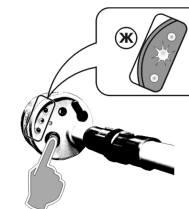

Рис. 6 Режим сигнализации разряда встроенного источника электропитания.
3.3.7 Режим индикации разряда встроенного источника электропитания (см. рис. 6) обеспечивается во всех режимах работы указателя, в том числе в режиме начальной самопроверки после сочленения рабочей части и изолирующей штанги при включении указателя. При этом, непрерывным свечением зажигается центральный светодиод, звуковая сигнализация – отсутствует. На нажатие кнопки принудительной проверки работоспособности, указатель не реагирует.